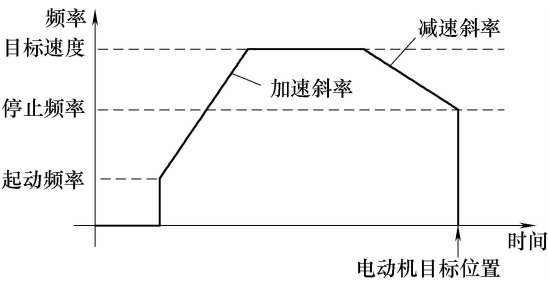

图 14-19 相对位置运动
3) 相对位置运动，即点到点的运动，如图 14-19 所示。